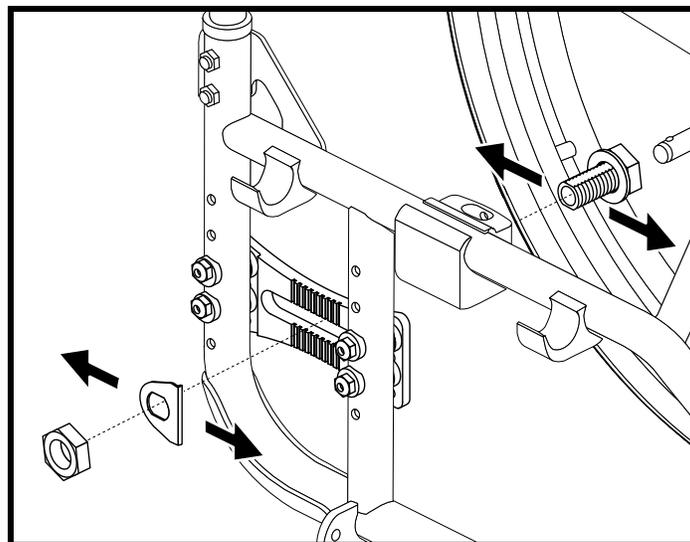

Figure 16. Réglages position des roues
2. Retirer le boulon et l'écrou au centre du support d'essieu. **Voir la figure 16.**